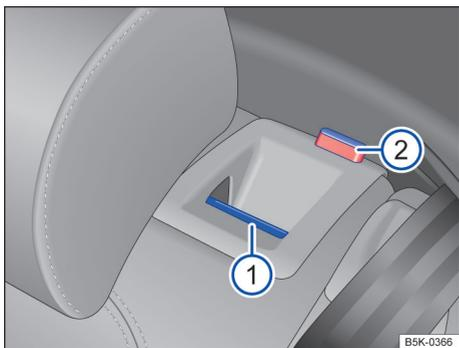

Fig. 68 No encosto do banco traseiro: botão de destravamento.
- Puxar o botão de destravamento → Fig. 68 ① para frente e, ao mesmo tempo, rebater o encosto do banco traseiro para frente.
- A respectiva parte de encosto do banco traseiro estará destravada quando a marcação vermelha → Fig. 68 ② estiver visível.
- A marcação vermelha → Fig. 68 ② não pode mais estar visível.